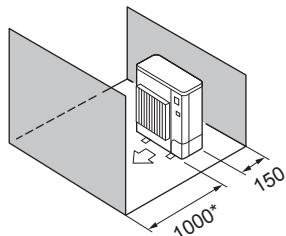

Fig. 2-6
- ⑤ Miejsce ograniczone tylko z przodu i z tyłu (Fig. 2-6)